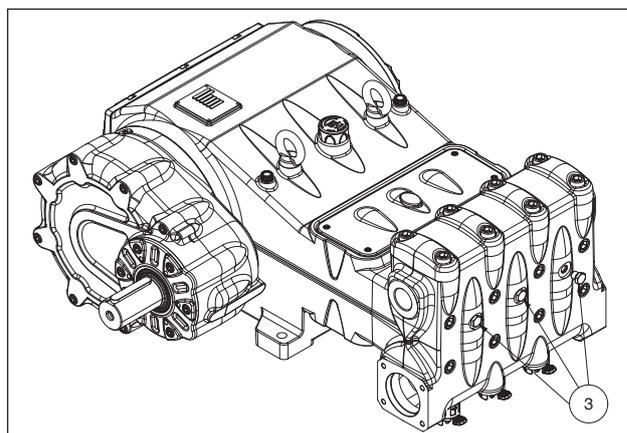

图11
如果由于供电不足而导致启动问题，则可以通过移除头部的三个前盖(不包括MK240型)进行干预，如③ 图11所示。